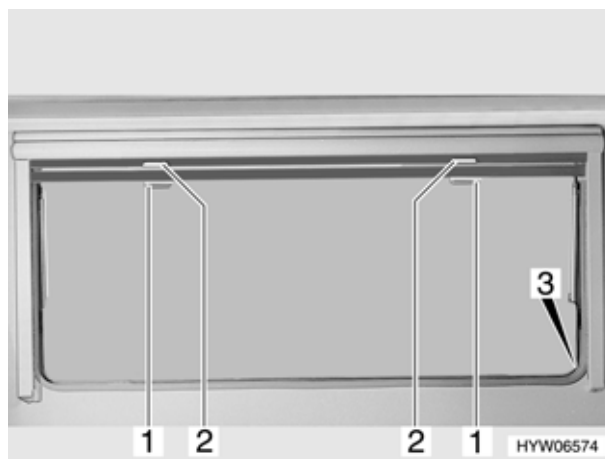

Fig. 49 Finestra apribile (variante 1)
- Tirare verso il basso l'oscurante a rullo accompagnandolo con la maniglia (Fig. 49,2). Quando si chiude completamente l'oscurante a rullo esso va agganciato da entrambi i lati del telaio della finestra nell'apposito elemento di fissaggio (Fig. 49,3).
- Quando l'oscurante a rullo è completamente chiuso: spingere la maniglia (Fig. 49,2) verso il basso ribaltandola leggermente in avanti. Sganciare l'oscurante a rullo dagli elementi di fissaggio a destra e a sinistra del telaio della finestra.
- Tirare la maniglia (Fig. 49,1) della zanzariera a rullo verso il basso e agganciarla all'elemento di fissaggio (Fig. 49,3) su entrambi i lati del telaio della finestra.
- Spingere la maniglia (Fig. 49,1) verso il basso ribaltandola leggermente in avanti. Sganciare la zanzariera a rullo dagli elementi di fissaggio a destra e a sinistra del telaio della finestra.